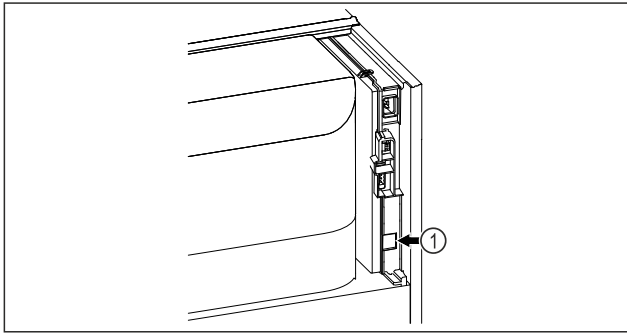

Fig. 179
- Le SmartModule Fig. 179 (1) est installé.